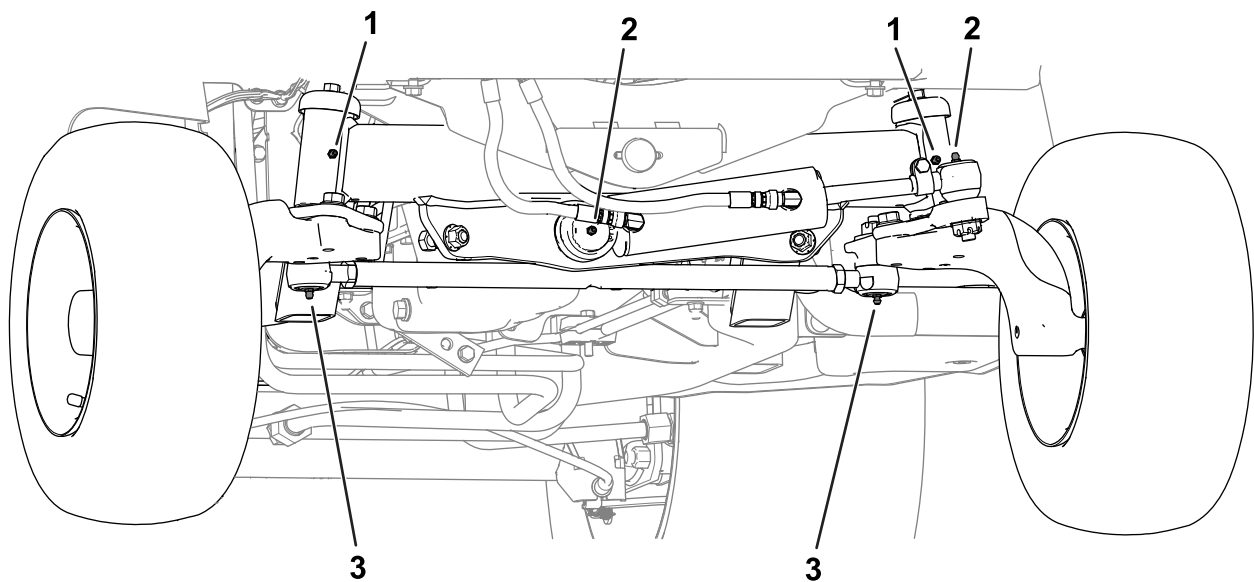

Figure 48
- Arrière de la machine (Figure 48) :
- Rotule de vérin hydraulique (2)
- Moyeux de pivot de fusée (2)
- Embouts de biellettes (2)